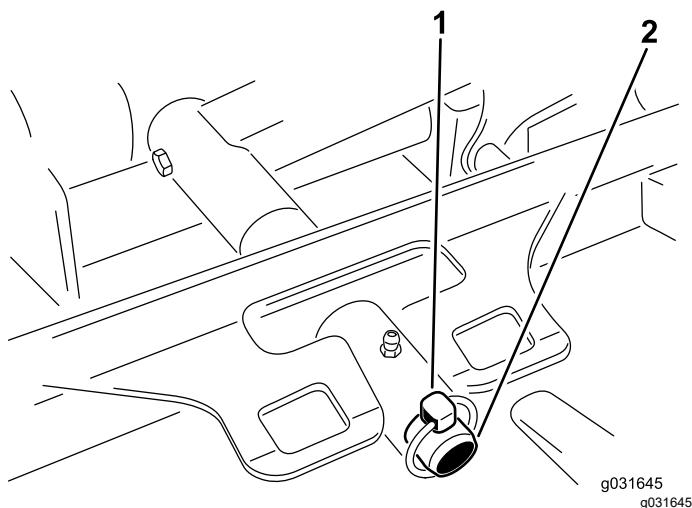

图 70
3. 卸下将滚刀组承载架固定至提升臂枢轴销的保险销或锁紧螺母 图 70。
3. 将滚刀组承载架滑到提升臂枢轴销上并用保险销或锁紧螺母固定 图 70。